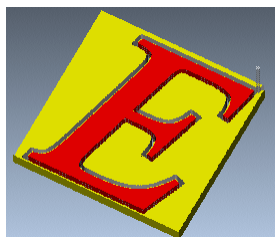

图 6.2.29 NC 检测运行结果
Step1. 在 **PLAY PATH (播放路径)** 菜单中选择 **NC Check (NC 检查)** 命令，系统弹出“VERICUT 7.1.5 by CGTech”窗口。单击  按钮，观察刀具切割工件的运行情况，结果如图 6.2.29 所示。